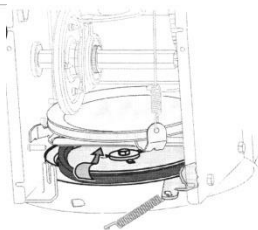

Fig.14
5. Îndepărtați cureaua din jurul roții de transmisie a frezei și strecurați-o printru suportul de arc și roata de transmisie a frezei. Reasamblați cureaua de freză urmând instrucțiunile în ordine inversă. Vezi Fig. 14.